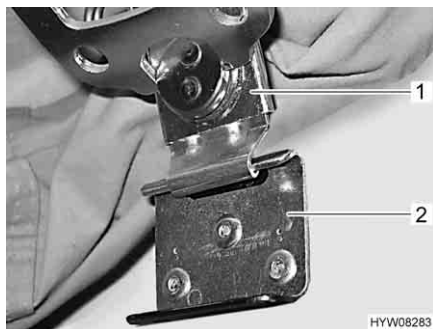

Fig. 28 Bloccaggio
- Tirare verso il basso sui due lati la serratura rapida (Fig. 28,1) e agganciarla nella piastrina di sostegno (Fig. 28,2) (Fig. 28).